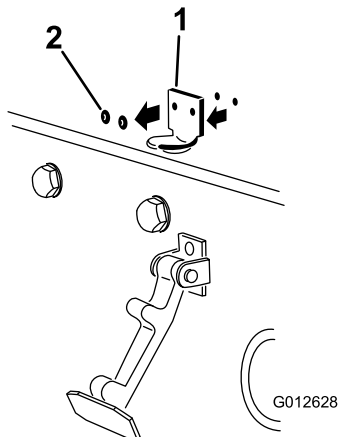

Figure 17
2. Retirez les rivets (2) qui fixent le support de loquet au capot (Figure 17). Enlevez le support de loquet du capot.